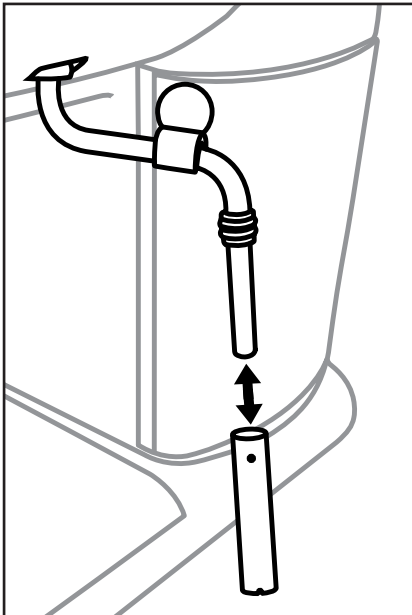

Figura 1
- 1) Coloque un recipiente vacío bajo el espumador de leche ⑩.
- 2) Gire el regulador de vapor ⑦ justo después de su uso hasta " + " y deje que se libere el vapor durante unos segundos.
- 3) Cierre el regulador de vapor ⑦ (hasta el tope en dirección " - "), apague el aparato y desconéctelo de la red.
- 5) Retire el casquillo del espumador de leche ⑩ (figura 1) y límpielo cuidadosamente en agua caliente.
- 7) Vuelva a colocar el casquillo en la boquilla (figura 1).